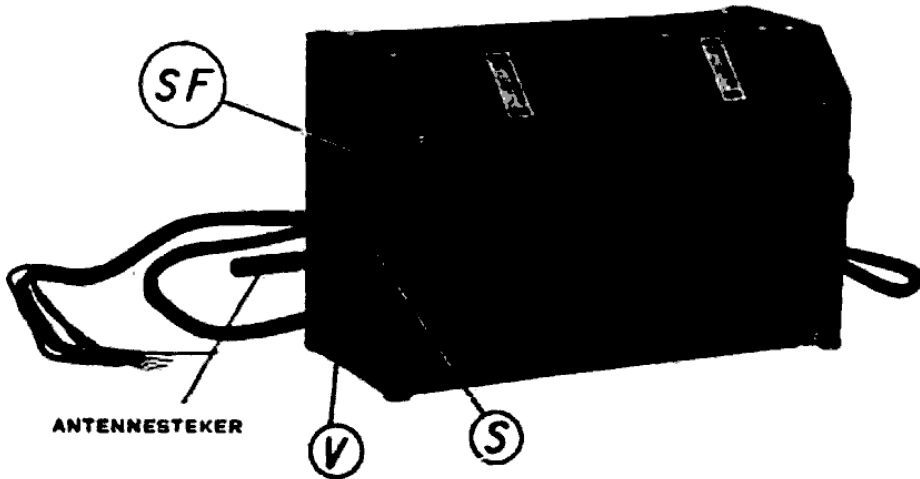
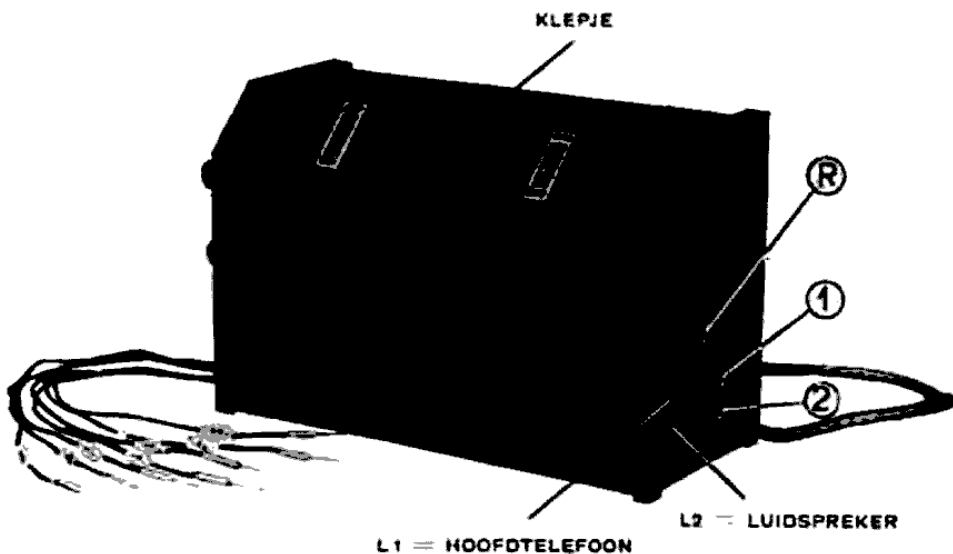

Fig. 9
Fig. 10
Vervolgens wordt de antenne met behulp van den medegeleverden specialen steker links, de luidspreker of hoofdtelefoon rechts op het toestel aangesloten (zie fig. 9 resp. fig. 10) en wel:
- R = regelknop van den terugkoppelcondensator (fig. 10),
- 1 = schakelaar voor alle lampen (fig. 10); door dezen zoover mogelijk te draaien:
- 2 = schakelaar alleen voor de eindlamp (fig. 10); door dezen zoover mogelijk te draaien: